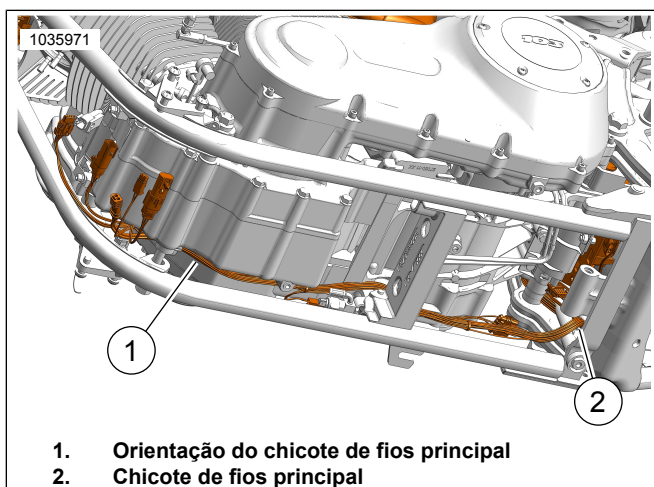

Figura 36. Orientação do chicote de fios
16. Veja Figura 36. **Sensor de oxigênio dianteiro (chicote de fios longo):**
- Localize o chicote de fios principal (2).
- Orienta o chicote de fios pelo chicote de fios principal (1) em direção ao conector do sensor de oxigênio dianteiro.